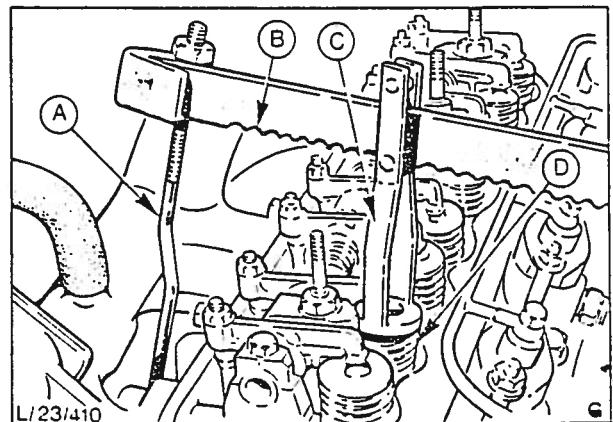

Fig. 33 Press ned fremre eksosventil.
- (b) Bruk ventilfjærklemmen (21-024) med riktig adapter (21-024 04) og kroken (21-024 03) og press ned fremre eksosventil. Ta vekk støtstangen fra vippearmen og drei vippearmen 90° (se fig. 33 og 34).